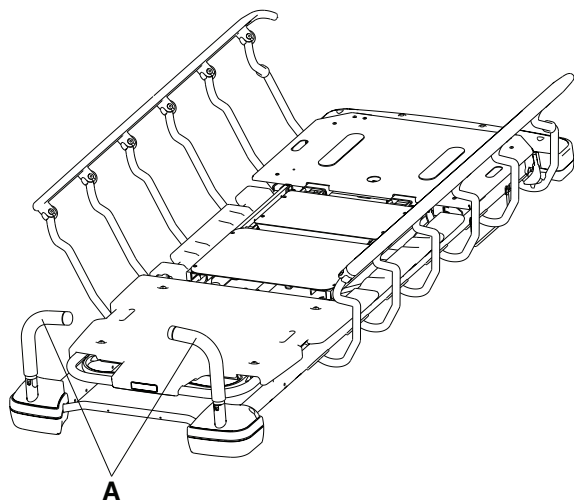

Figura 9 – Poziționarea manetelor de împingere de la capătul pentru cap
1. Rotiți în sus manetele (A) de la capătul pentru cap al produsului (Figura 9).